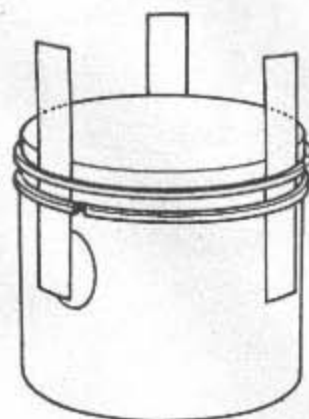

Bild 38
- Jeder Kolben ist mit drei Kolbenringen bestückt, zwei Kompressionsringen und einem Ölabbstreifer. Um die Ringe auszubauen, spreize man mit Hilfe der Daumen die Enden der Ringe auf, damit sie sich aus ihrer Nut herausheben und nach oben vom Kolben abziehen lassen. Dies ist eine sehr heikle Arbeit, bei der mit grosser Vorsicht vorgegangen werden muss. Kolbenringe bestehen aus einem recht spröden Material und brechen nur zu leicht. Eine andere Methode zum Ausbau der Kolbenringe (besonders wenn diese noch festgebacken sind) ist in Bild 38 dargestellt. Man verwende drei schmale Blechstreifen (z. B. aus einer alten Ölkanne herausgeschnitten), welche zwischen Ringe und Kolben eingeschoben werden.